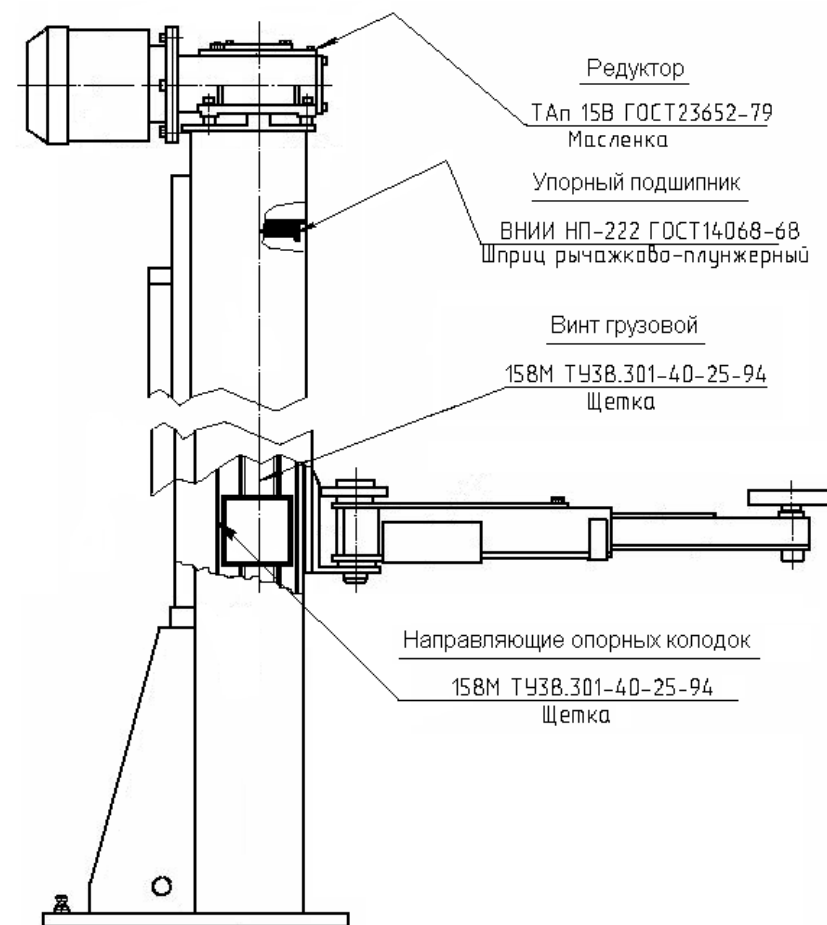

Рис. 10. Карта смазки подъемника ПЛД-3, ПЛД-3-01.
6.3.2 Для ревизии состояния смазки трущихся деталей (см. карту смазки на Рис. 10), в каждой стойке необходимо:
- произвести смазку стоек подъемника в соответствии с картой смазки (см. Рис. 10).